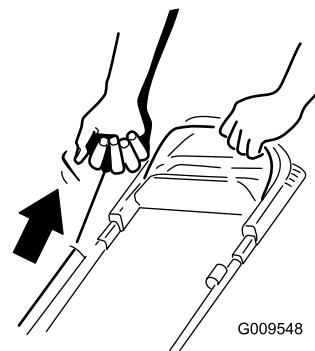

Рисунок 18
- Потяните рукоятку ручного стартера (Рисунок 18).
Примечание: Слегка потяните за ручку стартера без усилия до тех пор, пока не почувствуете сопротивление, после чего резко дерните ее (Рисунок 18). Дайте тросу медленно вернуться в ручку.